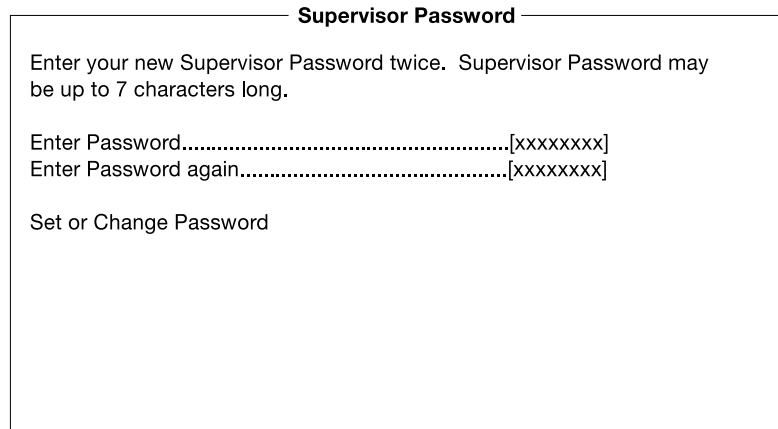

Abbildung 4-12 Bildschirm zum Supervisor-Kennwort
1. Aktivieren Sie den Parameter „Supervisor Password“ im Menü „System Security“, indem Sie die Left- bzw. Right-Pfeiltaste drücken. Danach erscheint der Bildschirm „Supervisor Password“ (siehe Abbildung 4-12).